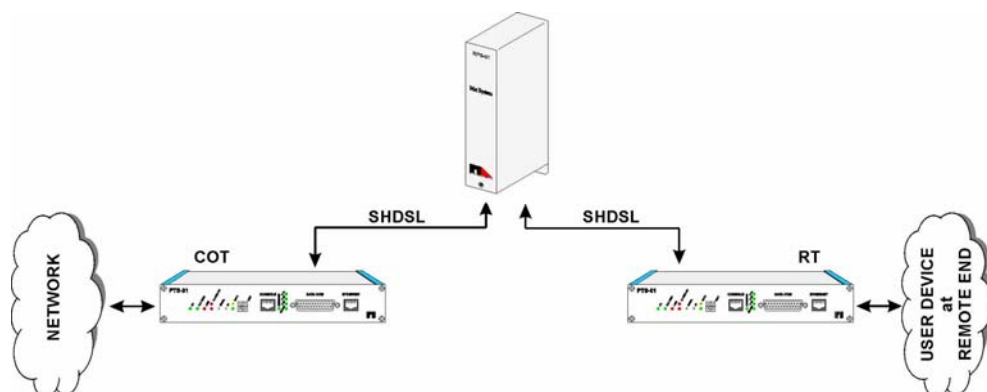

Рис. 4: Подключение одного регенератора RPS-01 между сетью и устройством пользователя.
- ◆ COT – RPS-01 – RT (Рис. 4)
Предусматриваемая конфигурация – один RPS-01 с модемом PTS-11 в качестве устройств COT и RT (Рис. 4). Облако, обозначающее сеть, может быть сетью PDH, WAN или LAN, которая посредством устройства COT и линии SHDSL соединяется с RPS-01, Облако с пользовательским устройством, расположено на удаленной стороне и может установить связь с интерфейсами регенератора RPS-01 SHDSL. В представленной конфигурации, сетевое облако представляет собой источник такта для регенератора RPT-01 SHDSL. Те же такты выделяются из линии SHDSL в регенераторе RPS-01 SHDSL, которые далее «проводят» интерфейс SHDSL до стороны RT и тем самым обеспечивают синхронизацию такта от сети до устройства конечного пользователя.
Соединение такой системы аналогично описанной на Рис. 4.